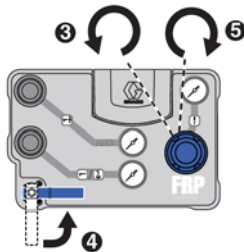

FIG. 18
6. Gire el regulador de presión de suministro de aire principal completamente en sentido contrario para aliviar presión y ajustar la presión en cero. Consulte FIG. 18.
7. Gire la válvula de bola de suministro de aire principal a la posición de abierta. Consulte FIG. 18.
8. Gire lentamente el regulador de presión de suministro de aire principal en sentido horario hasta que la bomba comience a moverse y efectúe por sí misma el cambio de sentido. No sobrepase nunca los 20 psi (0,14 MPa; 1,4 bar). Consulte FIG. 18.